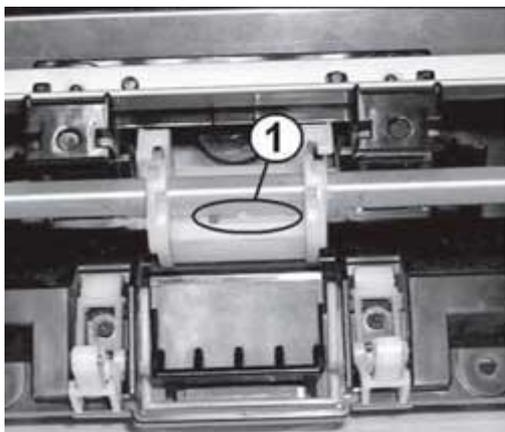

Рис. 24. Фиксатор
4. Отжимают фиксатор (рис. 24, поз. 1) и перемещают основание ролика захвата влево.